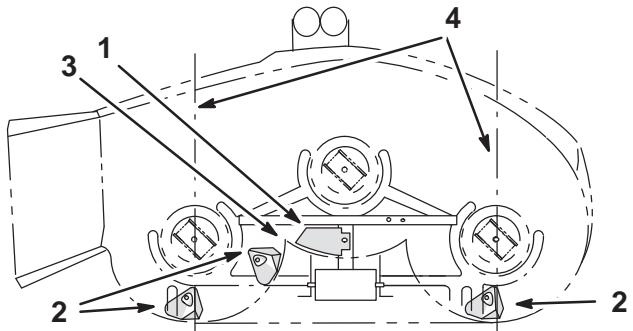
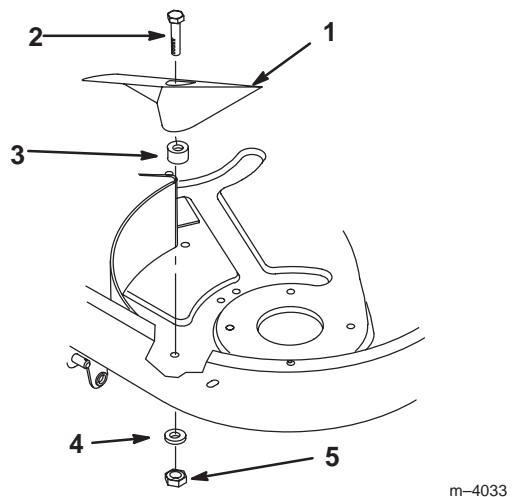

Figure 15
Figure 16
1. Placez la plaque « kicker » en position (Fig. 15).
3. Montez les déflecteurs (Fig. 15) et fixez-les à l'aide de 3 boulons (5/16 x 1"), entretoises, rondelles plates et contre-écrous (Fig. 16)